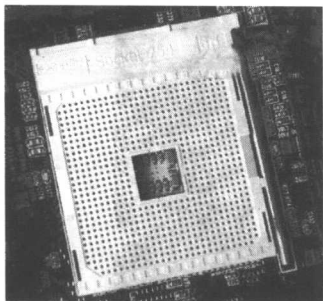

图 1-6 Socket 754 插座
(5) Socket 754 插座: Socket 754 是 2003 年 9 月推出的 AMD 64 位桌面平台最初的 CPU 接口。它采用的是针脚式接口方式, 针脚数为 754 针。目前采用此接口的有低端的 Athlon 64 和高端的 Sempron, 随着 Socket 939 的普及, Socket 754 也会逐渐淡出。如图 1-6 所示就是 Socket 754 结构的 CPU 插座。